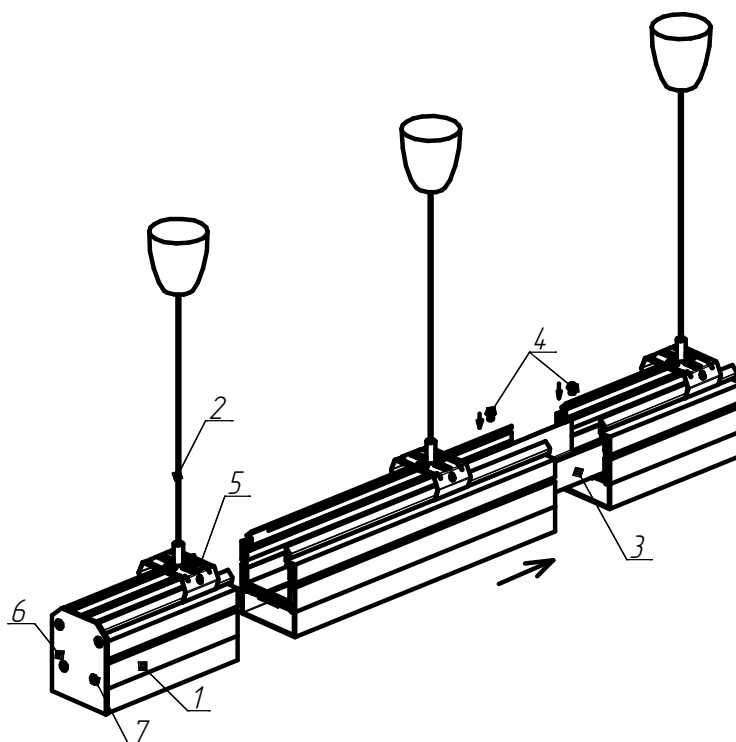

Рисунок 2 - Схема установки светильников в линию
6.3.3 Подвешенные светильники соединяются между собой соединительной скобой (поз. 3 рисунок 2) с саморезами (поз. 4 рисунок 2).